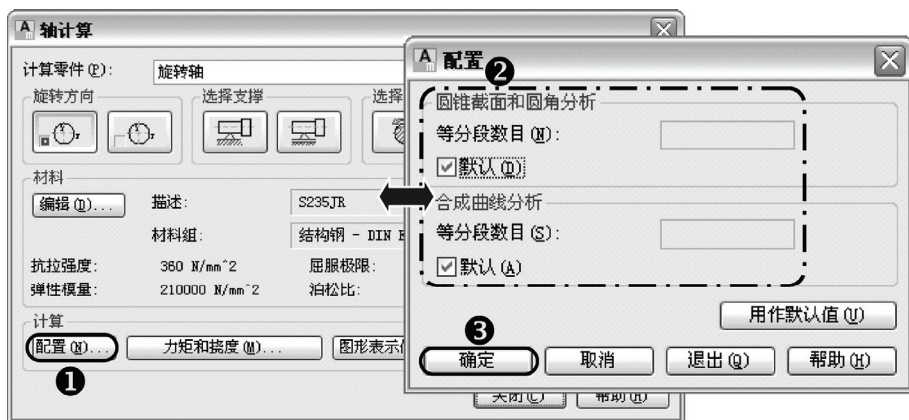

图 13-17 配置设置
9) 单击“计算”选项中的“配置”按钮,弹出“配置”对话框,在对话框中设置好相关参数,单击“确定”按钮,返回“轴计算”对话框,如图 13-17 所示。